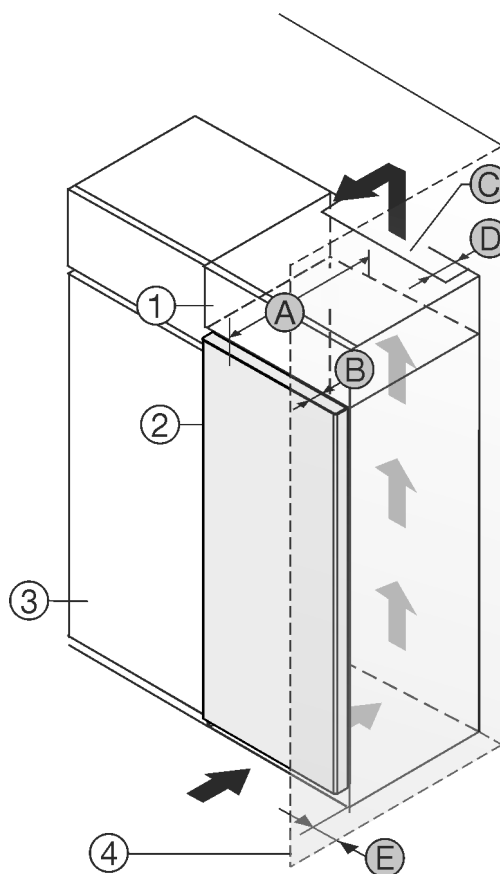

Fig. 1
Puede colocar el electrodoméstico directamente al lado del armario de cocina Fig. 1 (3).*
En la parte trasera del armario superior debe haber una cámara de salida de aire con una profundidad Fig. 1 (D) que abarque toda la anchura del armario.*
Bajo el techo de la estancia debe mantenerse la sección transversal de ventilación Fig. 1 (C).*
Si el electrodoméstico se instala con las bisagras junto a una pared Fig. 1 (4), la distancia entre el electrodoméstico y la pared debe ser de como mínimo 13 mm .*
Si el electrodoméstico se instala con las bisagras junto a una pared Fig. 1 (4), la distancia entre el electrodoméstico y la pared debe ser de como mínimo 20 mm .*
Para poder abrir totalmente la puerta, el electrodoméstico debe sobresalir la profundidad de la puerta Fig. 1 (B) respecto del frente del armario de cocina. El electrodoméstico puede sobresalir más en función de la profundidad de los armarios de cocina Fig. 1 (3) y del uso de distanciadores de pared.*